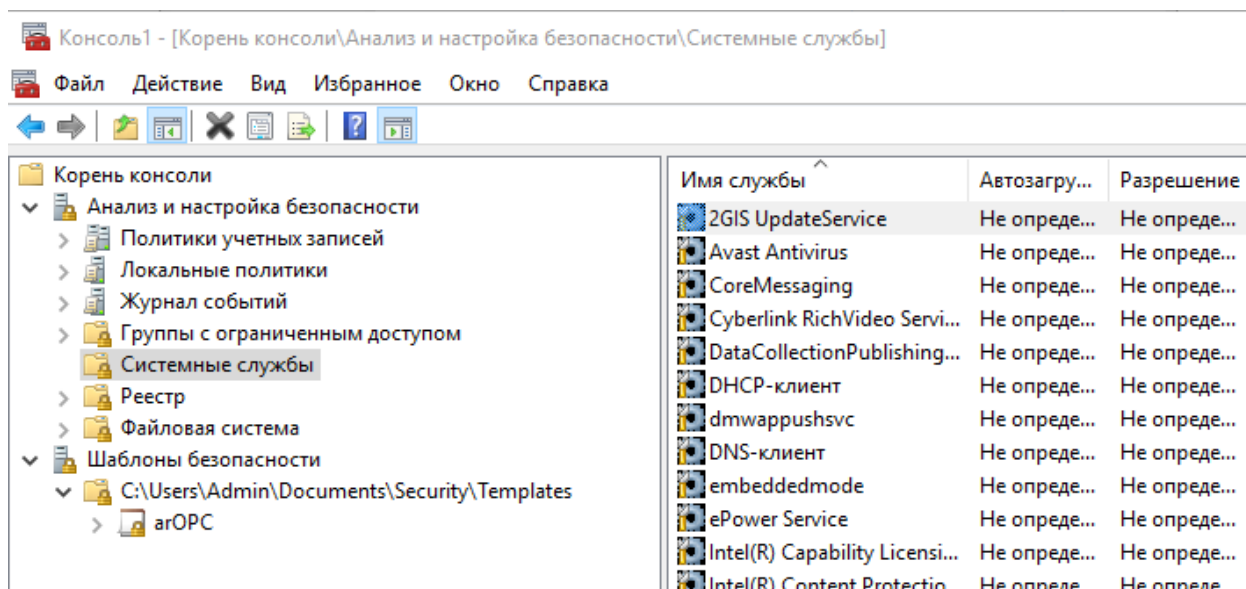

Рис. 21.10 Выбор службы
8. В появившемся дереве выбрать узел «Системные службы» и в появившемся с правой стороны списке выбрать службу, управление которой необходимо разрешить OPC серверу, рисунок 21.10. Для примера была выбрана служба обновления 2ГИС.